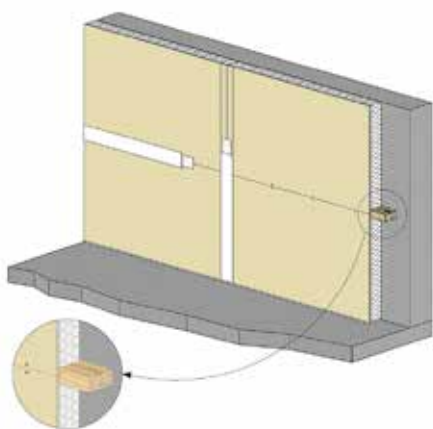

Fig. 4f
Fixer au mur support une lisse bois horizontale. Après engravure de l'isolant, fixer mécaniquement les panneaux de doublage à la lisse bois (fig. 4f).
**Nomenclature de la figure 4f**